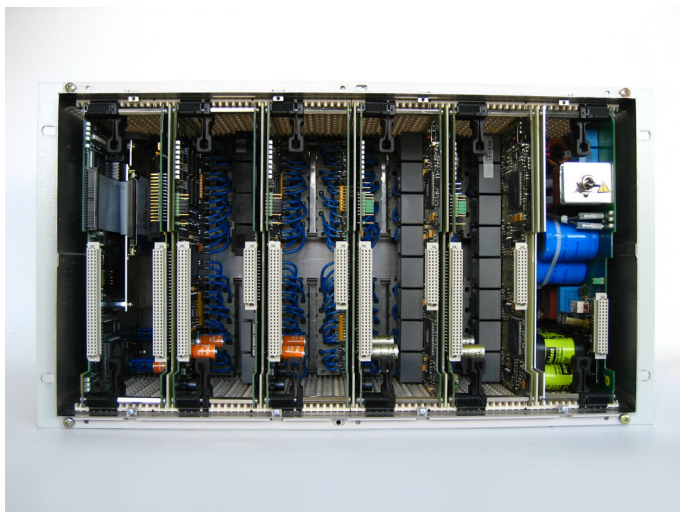

Bild 1-5 Innenansicht des Gerätes ohne Busplatine
- Ziehen Sie von den Baugruppen die Busplatine ab und legen Sie diese beiseite (siehe Bild 1-5).